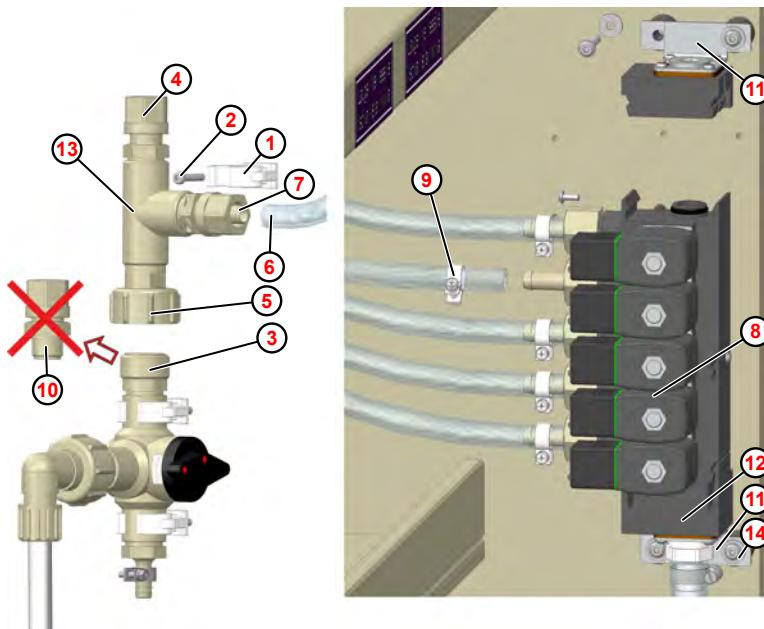

Abb. 12: Montage Wassernachspülung
- 3.** Beidseitig Befestigungsschrauben (4 x, Abb. 12 , Pos. 14) an den Befestigungswinkeln (2 x, Abb. 12 , Pos. 11) lösen.
- 5.** Endstück (Abb. 12 , Pos. 12) lösen und abziehen.